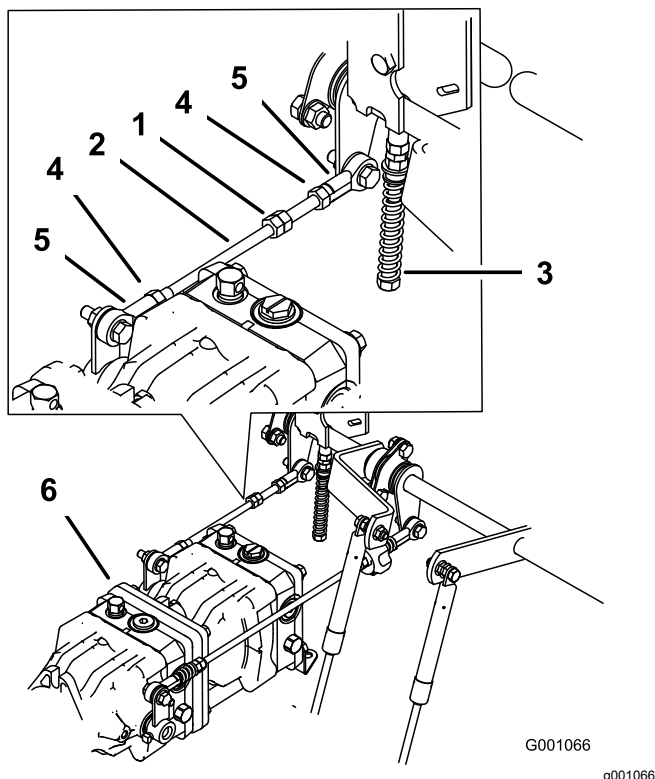

Figura 96
1. Desaperte as porcas de bloqueio nas rótulas na barra de controlo da bomba (Figura 96).
3. Ajuste o comprimento da barra da bomba rodando as porcas duplas na barra, na direção adequada, até que a roda fique parada ou a rodar ligeiramente para trás (Figura 96).
6. Aperte as porcas de bloqueio nas rótulas (Figura 96).